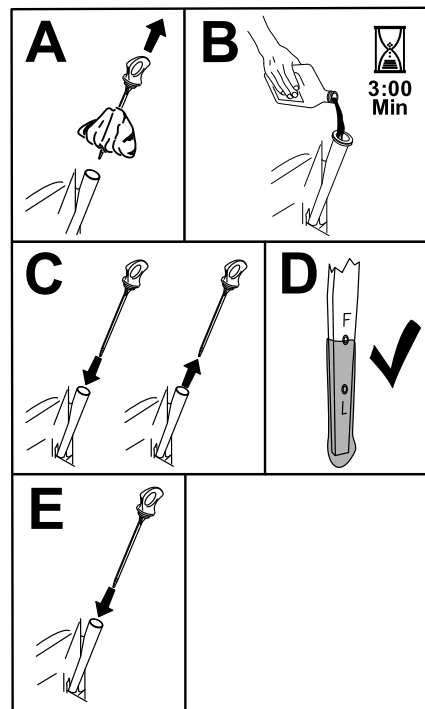

Figure 42
5. Versez lentement environ 80 % de l'huile spécifiée dans le tube de remplissage, puis faites l'appoint lentement pour faire monter le niveau jusqu'au repère maximum (**Full**) (Figure 42).